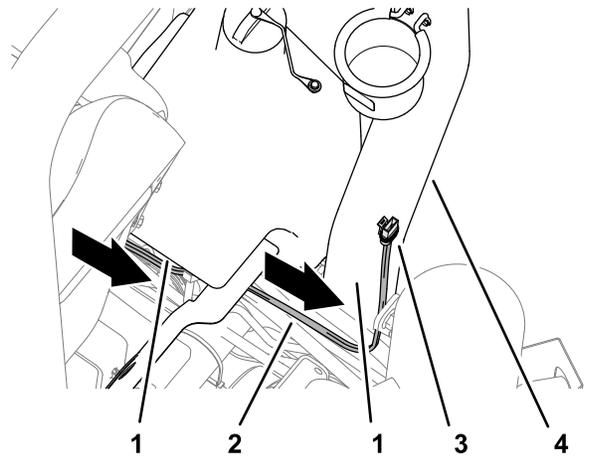

Figura 12
4. Encaminhe a cablagem de alimentação ao longo da parte inferior do depósito de combustível e para cima pelo tubo direito da barra de segurança (Figura 12).